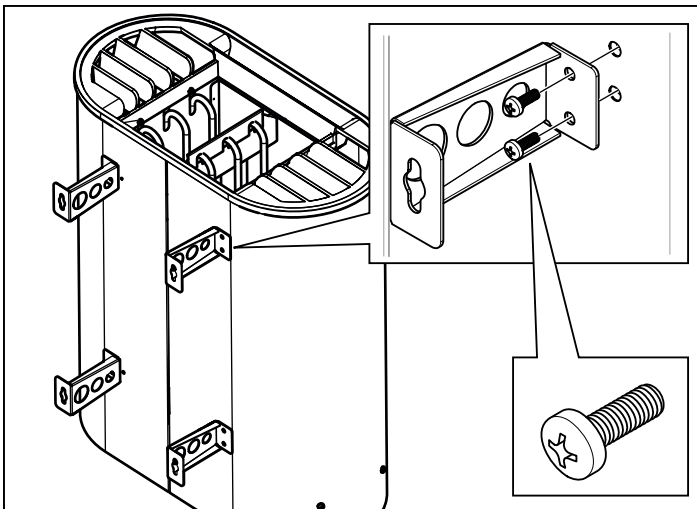

Fig 7: Monter les supports sur le poêle
5. Monter les supports sur le poêle (voir Fig 7, page 15).